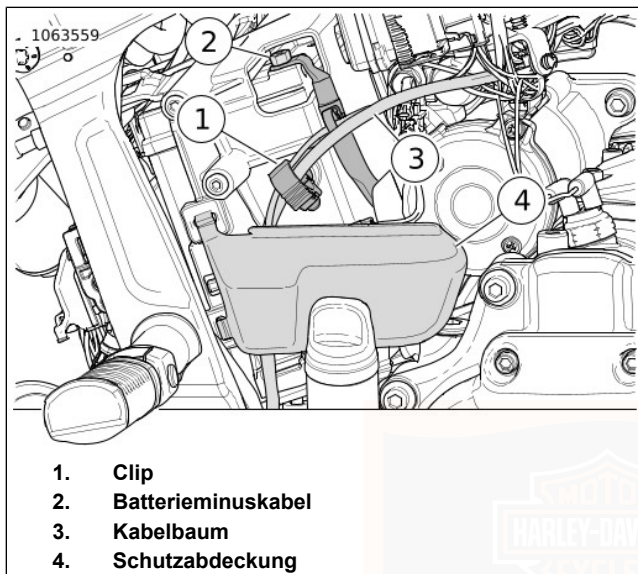
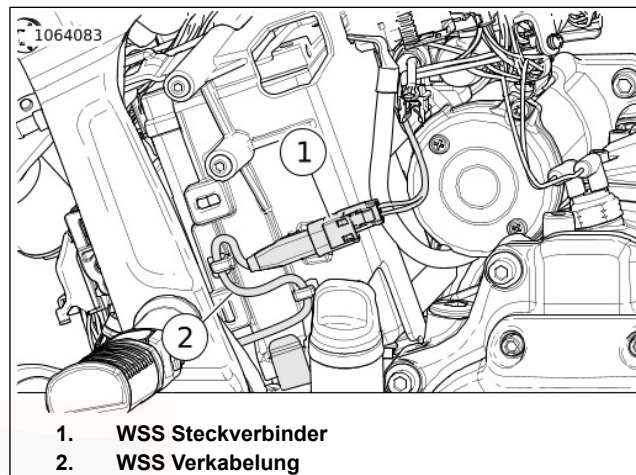

Abbildung 68. Batterieminskabel und Schutzabdeckung
Abbildung 69. WSS und Verkabelung
3. Siehe Abbildung 68. Batterieminuskabel abklemmen (2).
4. Die Schutzabdeckung (4) entfernen.
5. Clip (1) öffnen und den Kabelbaum (3) zur Seite schieben.
6. Siehe Abbildung 69. Raddrehzahlsensor (WSS)-Steckverbinder (1) abziehen.
- b. Den Nylonbatterieriemens in den hinteren Schlitz (7) der Batteriegrundplatte einschieben.
4. Den Batterieriemens (3) anbringen.
- b. Die vordere linke Zunge (2) vom Batterieriemens zur Batteriegrundplatte anschließen.
- c. Die hintere Zunge (1) vom Batterieriemens zur Batteriegrundplatte anschließen.
- d. Den Halteclip (9) schließen.
5. Siehe Abbildung 69. Die WSS-Verkabelung (2) am Batterieriemens anbringen.
6. Den WSS-Steckverbinder (1) abziehen.
7. Siehe Abbildung 68. Kabelbäume (3) und Verschluss-Clip (1) positionieren.
8. Das Batterieminuskabel (2) an den Minuspol der Batterie anschließen. Festziehen. 8,1–10,8 N·m (72–96 **in-lbs**)
9. Die Schutzabdeckung (4) anbringen.